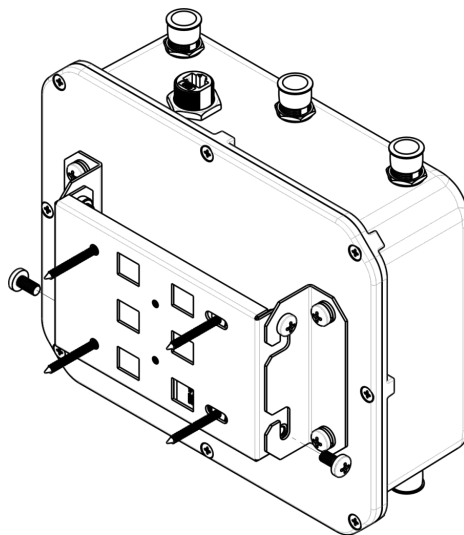

Рисунок 13 – Крепление устройства на стене
- a) Установите устройство на незакрученные верхние винты кронштейна, который прикреплен к стене, рисунок 13.
- b) В нижние отверстия крепления установите винты, рисунок 13.